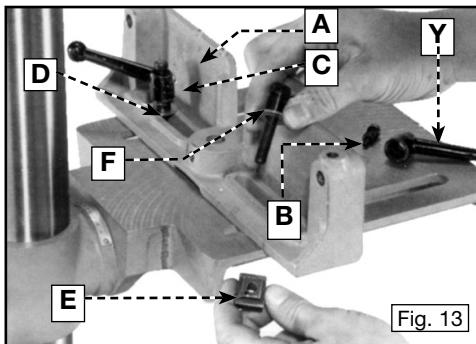

Fig. 13
Ajuste la guía (A) Fig. 13 a la mesa de la prensa para taladro con dos palancas de bloqueo (C, Y), arandelas planas (D) y tuercas T (E).